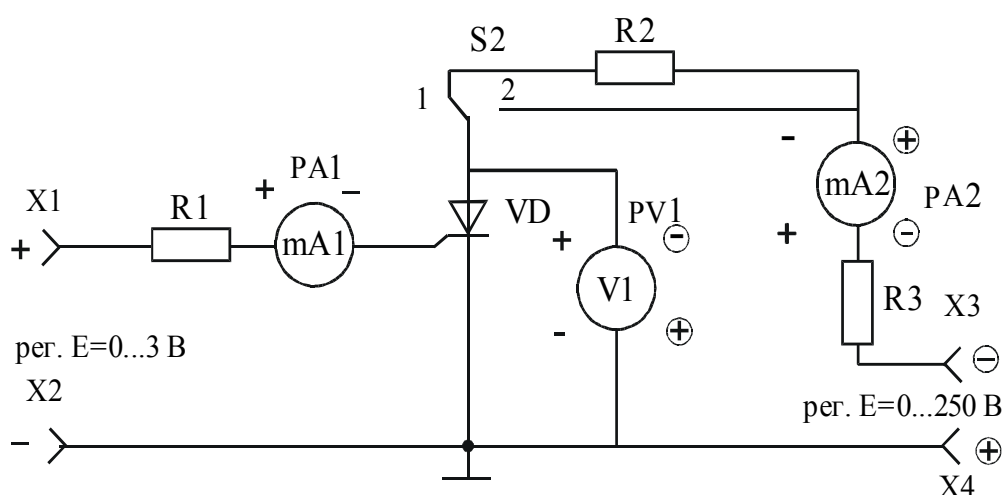

Рис. 1. Схема включения тиристора
4.1. Познакомиться с конструкциями динистора и тиристора, изучить справочные данные этих приборов, ознакомиться со схемой измерений (рис. 1).